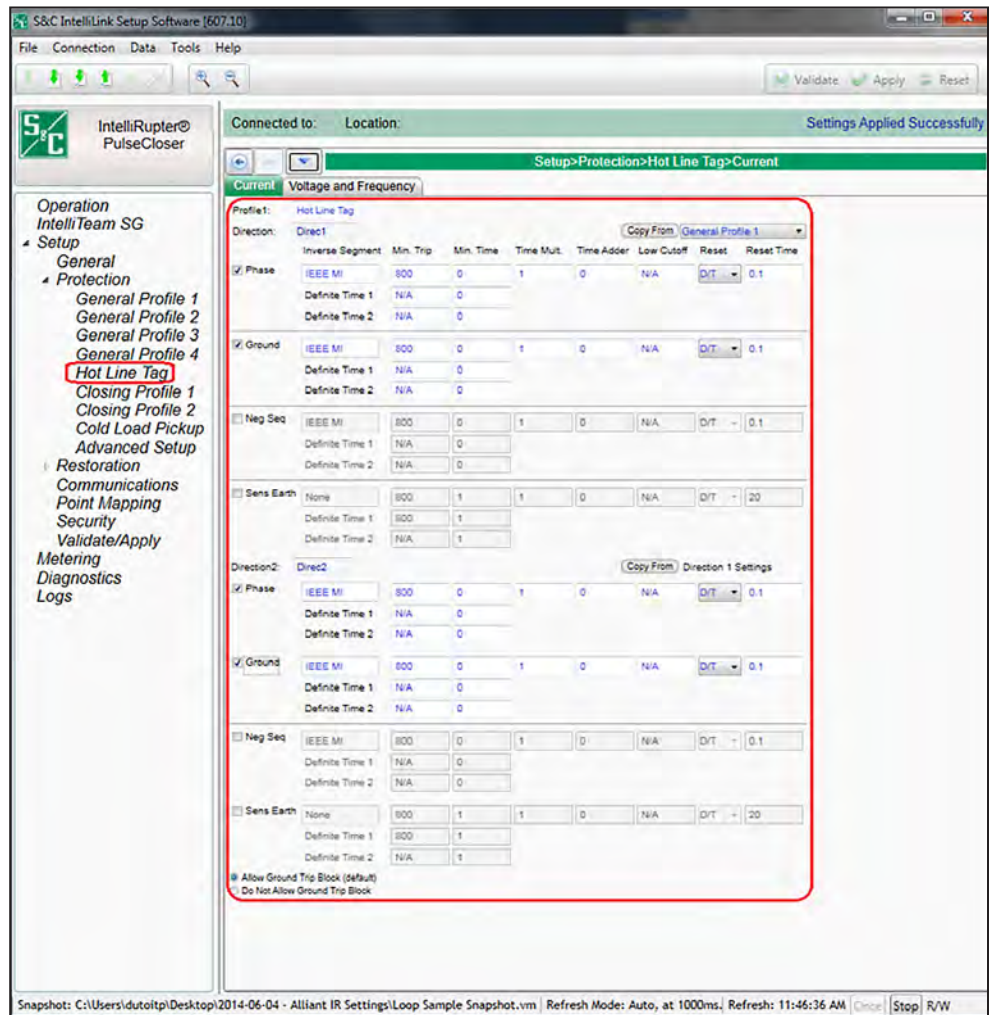

Figura 83. Tela Configurações>Proteção>Etiqueta de Linha Viva>Corrente.
**PASSO 11.** Ajuste as curvas TCC do modo **Hot Line Tag** (Etiqueta de Linha Viva) na tela *Setup>Protection>Hot Line Tag>Current*. Ver Figura 83.
**PASSO 1.** Na tela *Setup>Restoration>Loop*, habilite o valor-alvo **Enable Loop Restoration** (Habilitar Recomposição do Anel) para o perfil **Geral** desejado. Ver Figura 83 na página 167.
Quando o modo **Recomposição do Anel** está tomando uma decisão de fechar e recompor o alimentador, ele usa o perfil e a sequência de testes conforme programação feita na tela *Setup>Restoration>Loop>Loop Restoration Test Sequence*. Ver Figura 83 na página 167.